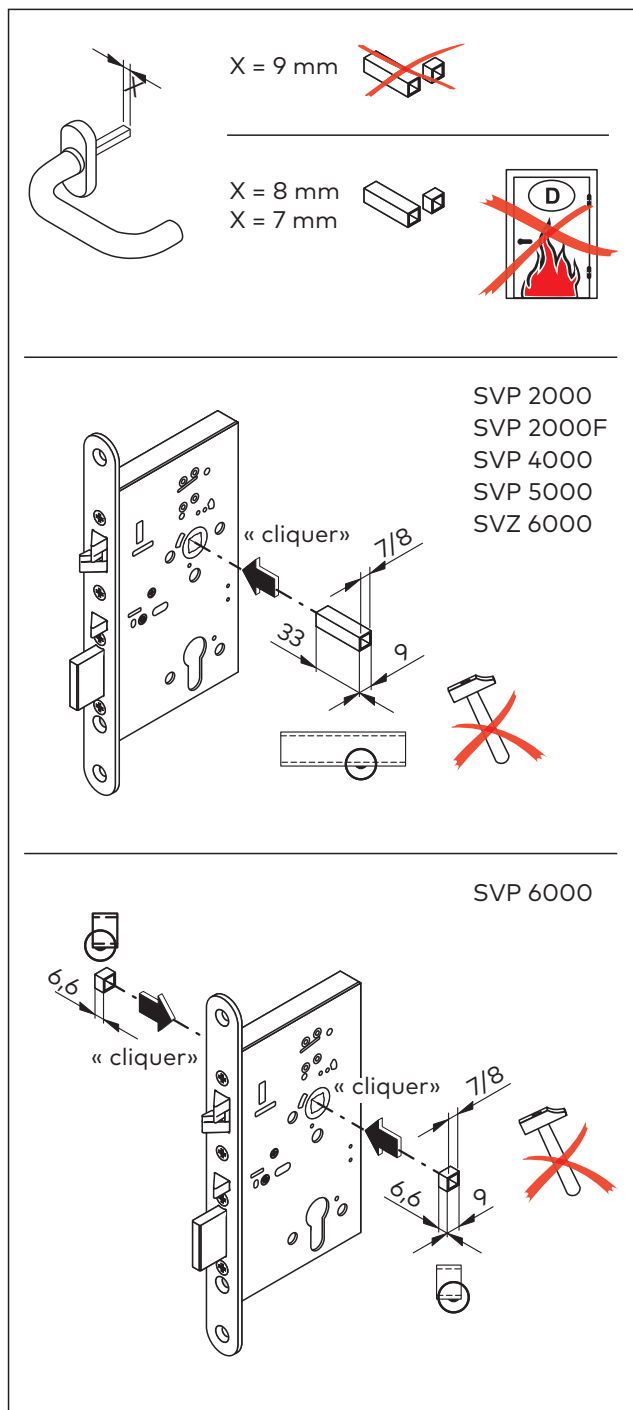

Fig. 9 Insérer la douille de réduction
1. Si nécessaire, insérer la douille de réduction dans la serrure (Fig. 9).